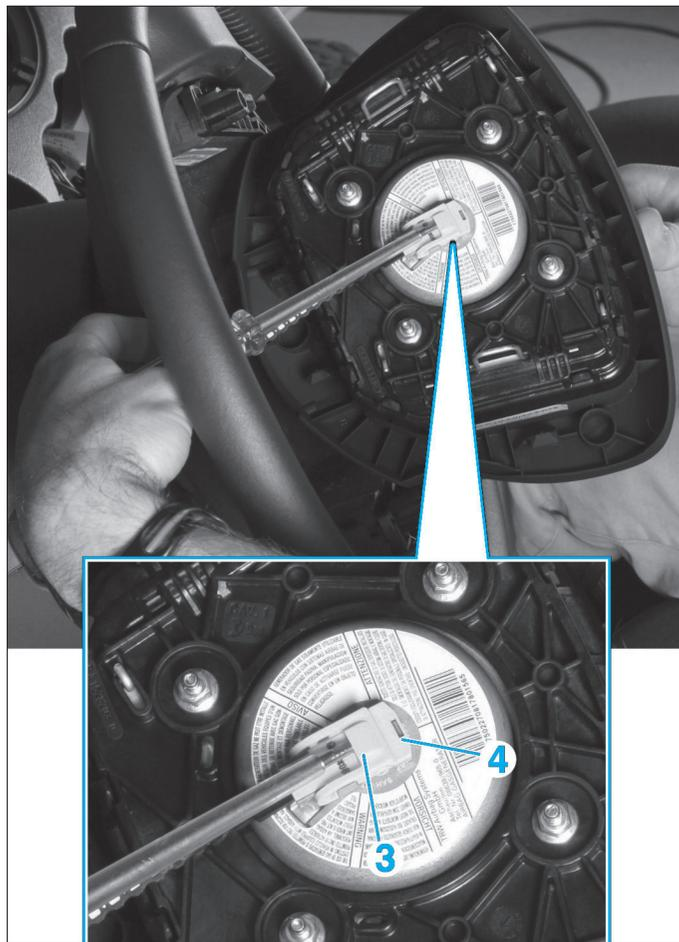

Fig. 2
- Tirer le module d'airbag puis dégrafer la sécurité (3) du connecteur (Fig.2).
- Débrancher le connecteur (4) d'alimentation du générateur pyrotechnique.